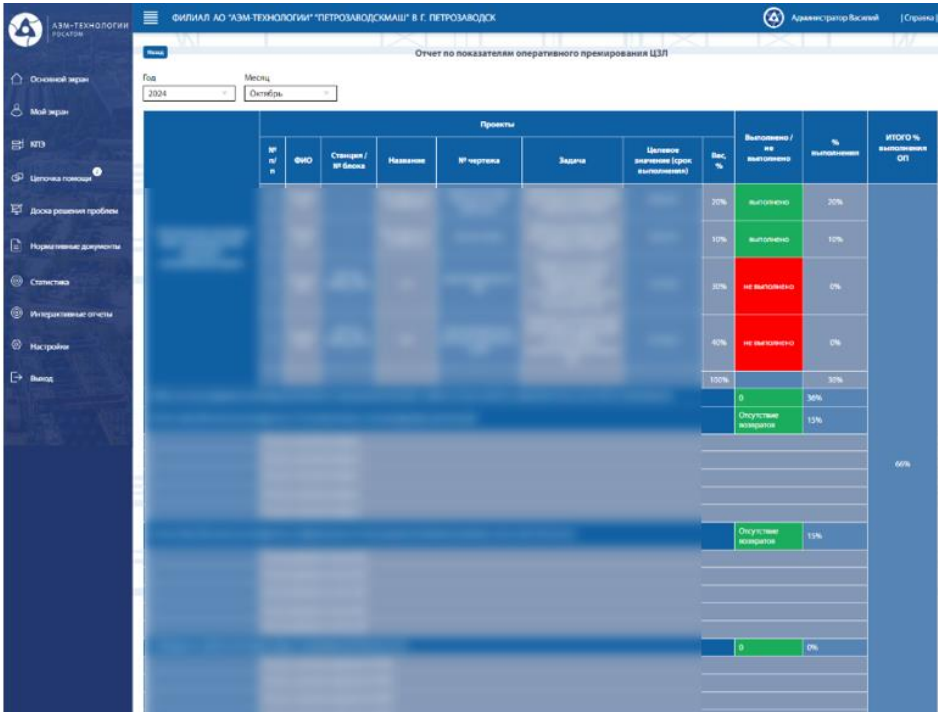

Рисунок 2.38
2. Блок «Отчет по показателям оперативного премирования ЦЗЛ» с выводом пяти главных показателей премирования и процента итогового выполнения. При переходе внутрь блока выводится таблица ключевых задач по выполнению показателей оперативного премирования на месяц (Рисунок 2.38).